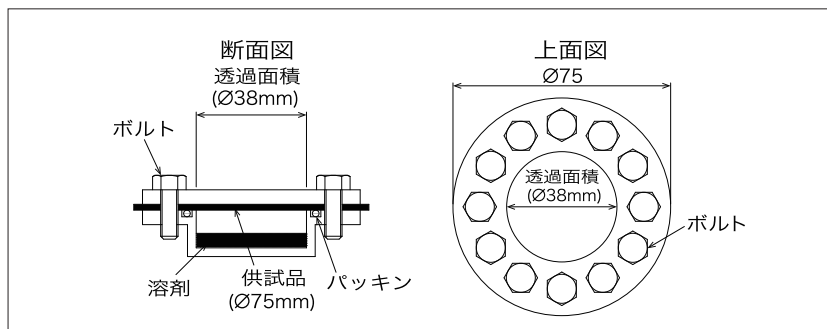

図1 試験装置概要
- 1. 透過性の評価は、図1に示す試験装置(液相法)を用いて行った。